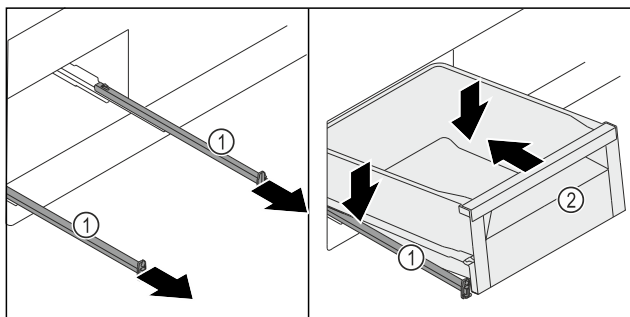

Fig. 119
- Sortir les rails Fig. 119 (1).
- Maintenir les rails Fig. 119 (1) et installer le tiroir Fig. 119 (2) incliné du haut sur les rails Fig. 119 (1).
- Pousser le tiroir Fig. 119 (2) sur les rails Fig. 119 (1) vers l'arrière jusqu'en butée.